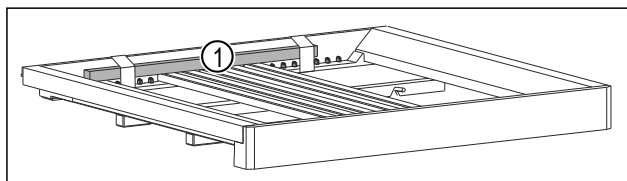

Fig. 52 *
- ▶ Izvadite drveni štapić *Fig. 52 (1)*.*